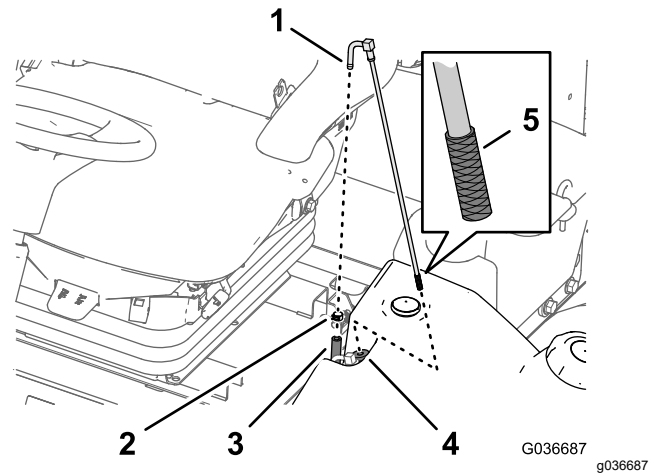

Figura 46
1. Retire a braçadeira de tubos que prende o tubo de alimentação do combustível à união do tubo de recolha de combustível (Figura 46).
2. Separe o tubo da união (Figura 46).
3. Levante o tubo de recolha de combustível do depósito do combustível (Figura 46).
4. Limpe quaisquer detritos no filtro na extremidade do tubo de recolha de combustível (Figura 46).
5. Insira o tubo de recolha de combustível através do casquilho de borracha e no depósito (Figura 46).